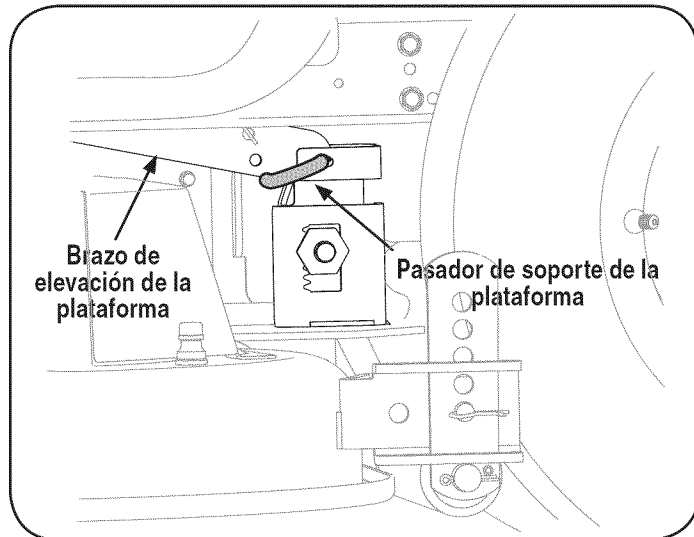

Figura 12
- Tire hacia afuera el pasador de soporte de la plataforma para separar la misma del brazo de elevación de la plataforma. Vea la Figura 12.